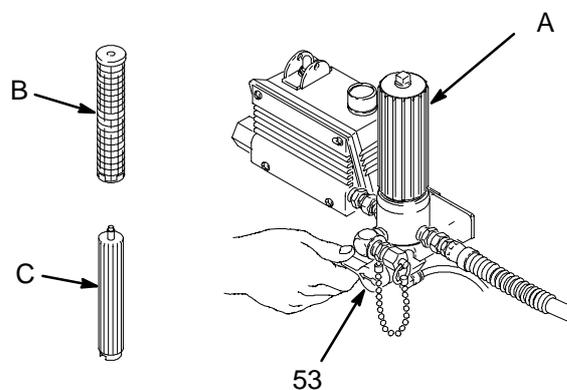

Abb. 5
3. Spritzdüse von der Pistole abnehmen. Filtergehäuse (A) und Filterseib (B) entfernen; siehe Handbuch 307-273. Das Sieb separat reinigen und das Gehäuse wieder befestigen, um es zu spülen. Siehe Abb. 5.